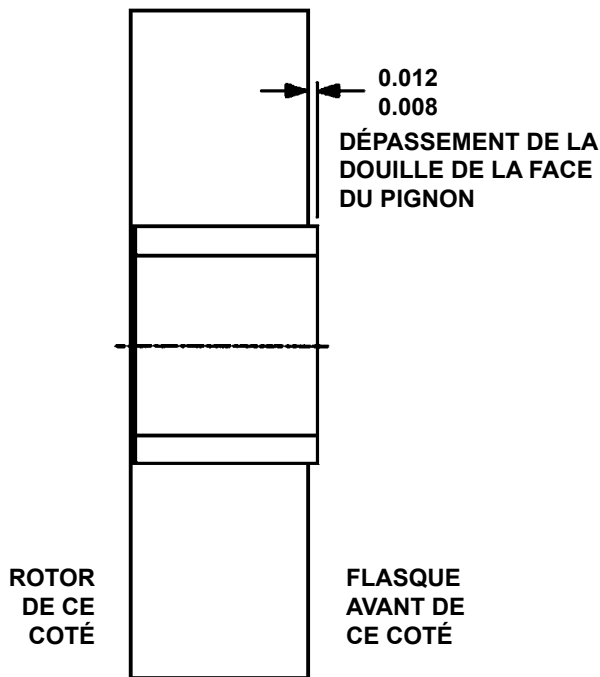

FIGURE 11
4. Engagez la partie tournante de la garniture sur l'arbre et passez par dessus le manchon (**Voir Figure 11**).
Les modèles en acier inoxydables R327A et R4324A ont un assemblage pignon-douille spécifique. **Voir figure 11 page 11.**
La douille en graphite du pignon dépasse de l'une des faces du pignon. La face où dépasse la douille est placée contre le flasque avant (tête), ce qui permet à la douille graphite d'être en contact avec le flasque avant et assure un jeu entre la face du pignon en inox et le flasque avant. La douille dépasse de 0.008-0.012" (0.2-0.3mm) – **voir figure 11 page 11.**